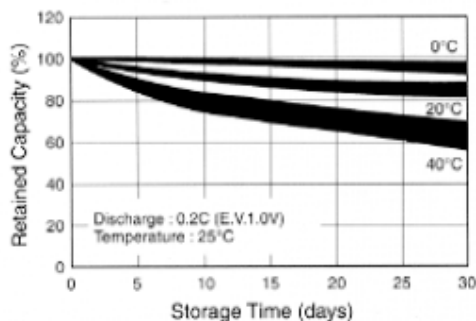

Рис. 2-12 Характеристика емкости аккумулятора при хранении
Во время хранения NiMH аккумуляторы обычно саморазряжаются (см. рис. 2-12) и их емкость снижается до 80% от первоначального значения после 12 месяцев непрерывного использования.
- Хранение аккумулятора в очень жарком или очень холодном месте сокращает его емкость и время работы. Аккумулятор разряжается быстрее при высокой температуре окружающей среды (см. рис. 2-12).